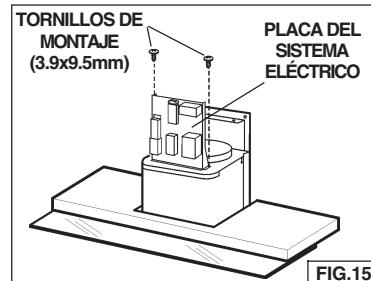

FIG.15
4. Montar la placa del sistema eléctrico fijándola mediante 3 tornillos de montaje ( $3.9 \times 9.5$  mm) - Fig. 15.